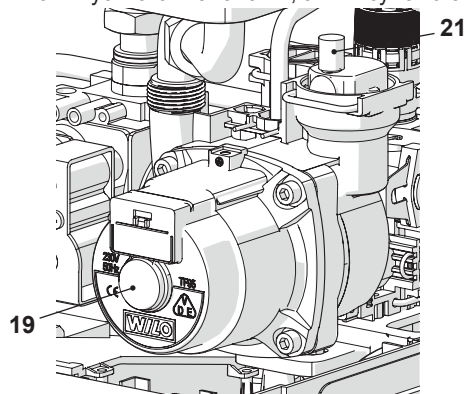

Рисунок 6.3
- Ослабьте пробку автоматического воздуховыпускного клапана 21, см. Рисунок 6.3.
- Снимите пробку 19, см. Рисунок 6.3, и разблокируйте насос, провернув ротор отверткой.